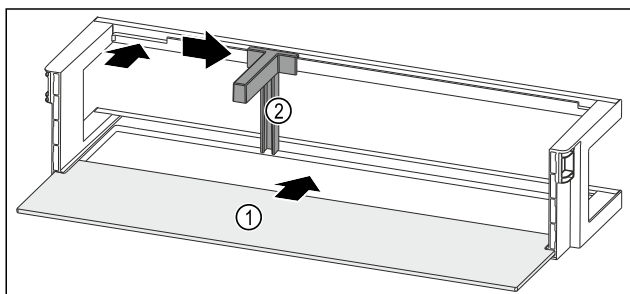

Fig. 129 带瓶托的门边存放架
- ▶ 将搁板 Fig. 129 (1) 推入侧面凹槽。
- ▶ 将瓶托 Fig. 129 (2) 装入槽中。
- ▶ 将瓶托 Fig. 129 (2) 推至一侧的所需位置。